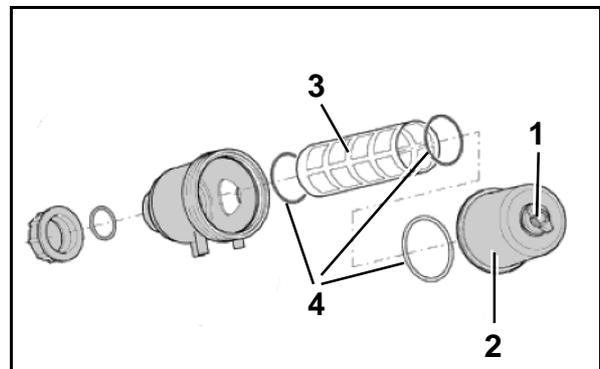

Fig. 186
Reinigen Sie den Saugfilter (Fig. 186) täglich nach dem Spritzbetrieb.
5. Die Verriegelungsschraube am Saugfilter lösen (Fig. 186/1).
6. Deckel (Fig. 186/2) abziehen.
7. Filtereinsatz (Fig. 186/3) herausziehen und mit Wasser reinigen.
8. Kontrollieren Sie die O-Ringe (Fig. 186/4) auf Beschädigungen.
Achten Sie auf den korrekten Einbau der O-Ringe (Fig. 186/4).